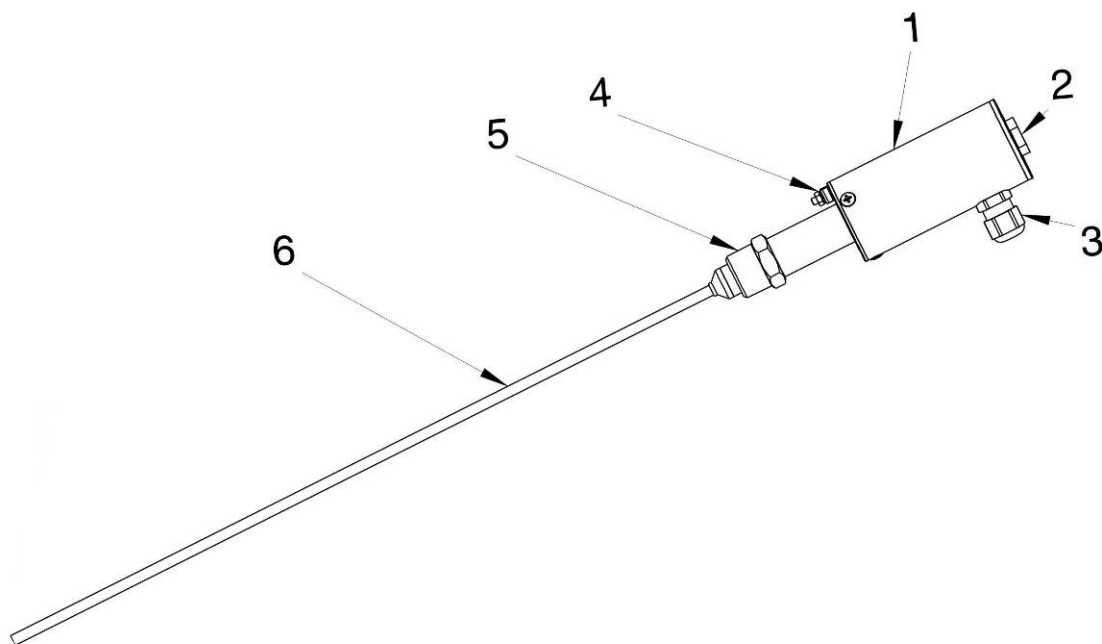

Figura 1: Sensore di livello CONDURIX
La struttura del sensore di livello CONDURIX è rappresentata in Figura 1 nella versione con bullone di fissaggio. Nella testa del sensore (1) del sensore di livello si trova l'area di collegamento e regolazione protetta dal coperchio (2). Per il collegamento elettrico si usano un pressacavi (3) M16x1,5 e morsetti a vite oppure un connettore a innesto M12. Il morsetto di compensazione del potenziale (4) deve essere usato solo con la versione CONDURIX Mono (vedere capitolo 5 Collegamento elettrico). Sul tubo a gola della sonda è previsto per il montaggio al contenitore un bullone di fissaggio (5) o una flangia (non raffigurata).